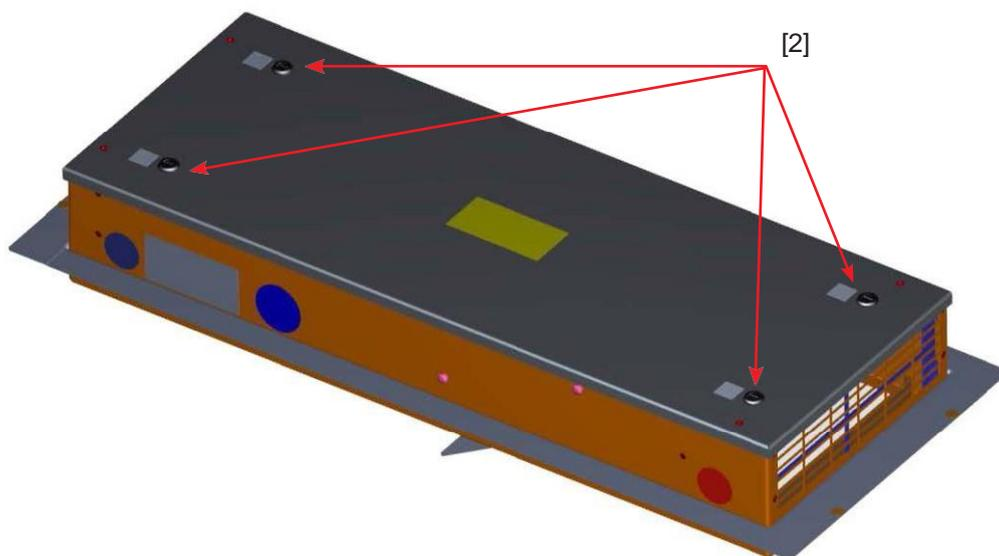

Abbildung 15: Deckel entfernen
- Deckel durch Entriegelung der Drehriegel ([2] - Abb. 15) entfernen